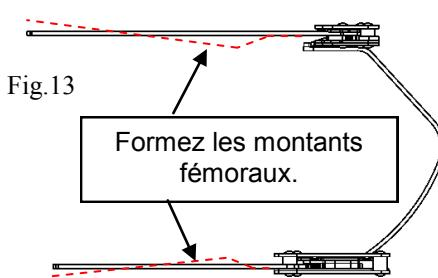

Fig.14
9. Then make an opening on each side, so that the uprights can go through the thigh band. **Form the uprights except in the area near the joint mechanism (fig. 14 and 15).** The laser marking is the forming limit.
- Pratiquez ensuite une ouverture de chaque côté pour le passage des montants à travers le cuissard. **Formez les montants hors de la zone à proximité du mécanisme d'articulation (fig.14 et fig.15)**. Le marquage laser vous aidera à vous repérer.
9. Présentez-la **hors moulage** devant les ferrures et ajustez les montants fémoraux (fig.12 de la page précédente). **Attention à ne pas plier les montants dans la zone à proximité du mécanisme d'articulation (fig.13 et fig.14 de la page précédente).**